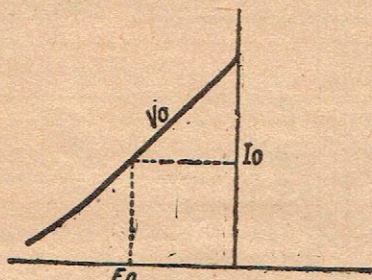

Fig. 4
M.M. Fig. 4 - Plan de perçage - Planche intérieure.
Si par exemple, une courbe telle que celle de la figure 4, donne